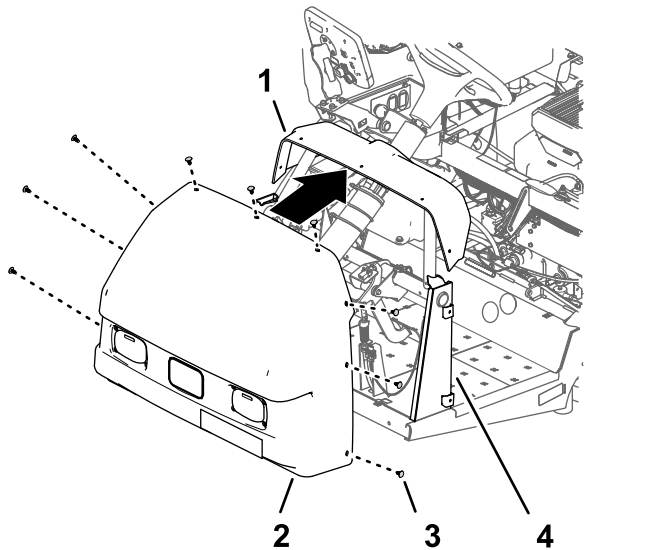

图 213
1. 将机罩中的机罩孔与仪表板和机器机架中的孔对齐 图 213。
2. 用 9 个压入式紧固件将机罩固定到仪表板和机架上 图 213。